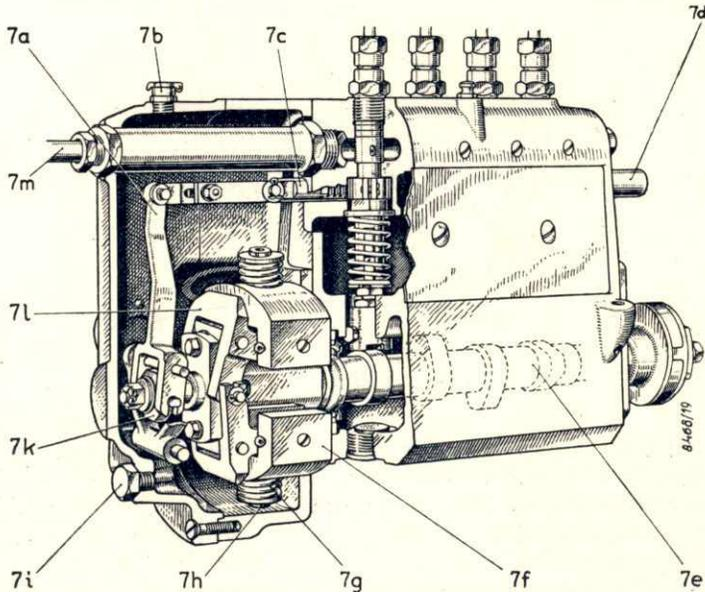
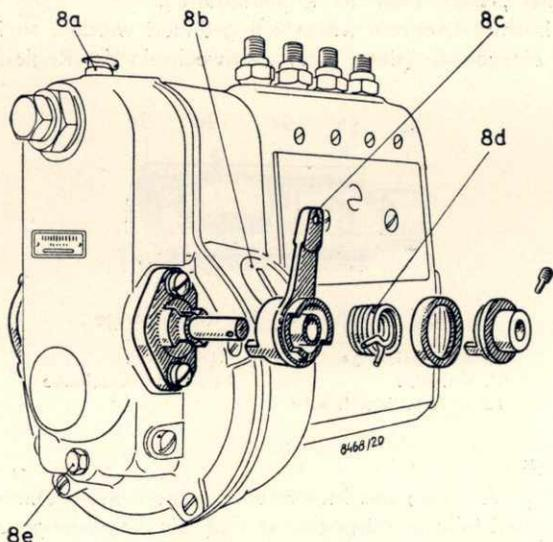

Bild 7 Bosch-Einspritzpumpe mit angebautem Regler
Bild 8 Anordnung der Schleppfeder
Der Verstellregler ist unmittelbar an die Einspritzpumpe angebaut und durch ein Gehäuse abgeschlossen, aus dem nur der Hebel 8c (Bild 8) herausragt, der mit dem Bedienungshebel zu verbinden ist. Auf der Nockenwelle 7e (Bild.7) der Einspritzpumpe sitzen die Fliehgewichte 7f, die auf je einem Stehbolzen geführt sind und unter dem Druck der Federn 7g stehen. Der Federdruck kann in geringen Grenzen verändert werden mit Hilfe der Einstellmuttern 7h.
Die Anordnung der Schleppfeder geht aus dem Bild 8 hervor. Sie ist als doppelt gewundene Schraubenfeder in der Hohlnahe des Hebels 8c untergebracht. Der Hebel 8c kann auch auf der gegenüberliegenden Seite des Reglergehäuses angebracht werden, falls dies für die Führung des Gestänges günstiger ist. Der Weg des Hebels ist durch zwei feste Anschläge begrenzt.
Die Fördermenge der Einspritzpumpe ist von der jeweiligen Stellung der Regelstange abhängig, deren Weg in Richtung „Voll“ durch den Regelstangenanschlag 7d (Bild 7) begrenzt wird. Dieser Anschlag wird folgendermaßen eingestellt:
Bei Inbetriebnahme sind durch den Klappöler 8a (Bild 8) etwa 150 cm³ gutes Motoröl einzufüllen. Nach je 2000 km Fahrt soll diese Schmierung mit etwa 40 cm³ Öl wiederholt werden. Zum Prüfen des Ölstandes dient die Schraube 8e.
1. Verschlußstopfen 8b (Bild 8) am Reglergehäuse lösen.
2. Pumpenwelle soweit verdrehen, bis Einstellmutter 7h (Bild 7) vor die Öffnung gelangt.